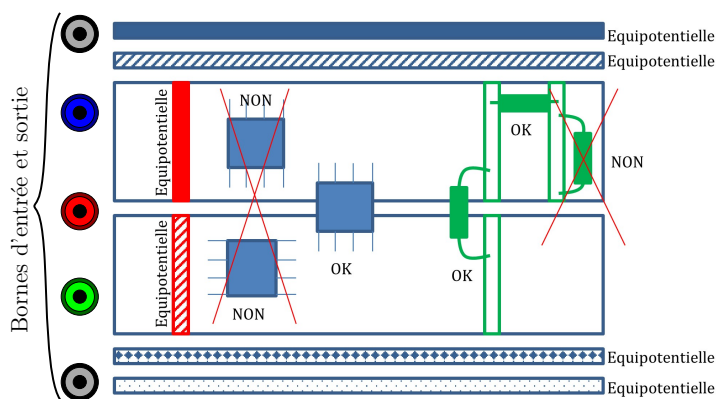

Figure 28 – Connexion des puces et dipôles sur la plaque
- ✘ On peut en effet brancher facilement sur la plaquette des composants libres comme indiqué figure 28